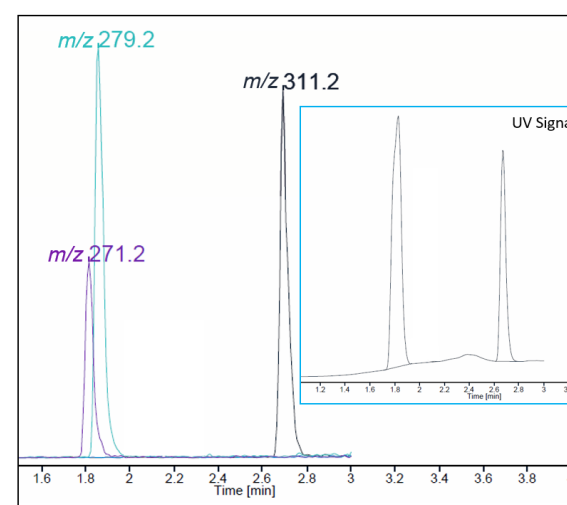

図 6. 抽出イオンクロマトグラムまたは SIM モードによって、共溶出化合物を容易に同定できます。UV シグナル (挿入図) で表示されているピークは 2 個のみですが、質量シグナル内で確認された化合物は 3 個あります。
- 3 種類の硫黄化合物の質量を選択することによって、図 6 の共溶出ピークが 2 個のピークに分離されます。